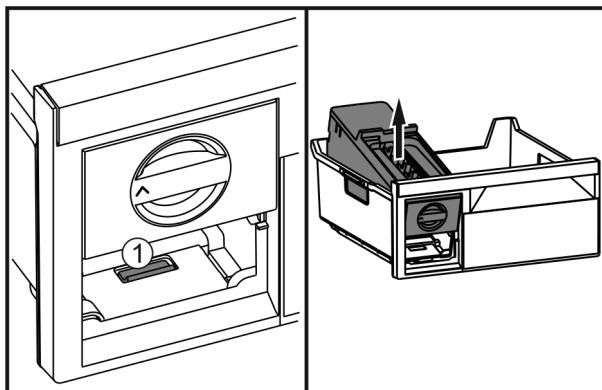

Fig. 38
- Нажать на накладку Fig. 38 (1), EasyTwist-Ice поднять сзади и вынуть из выдвижного ящика морозильника.